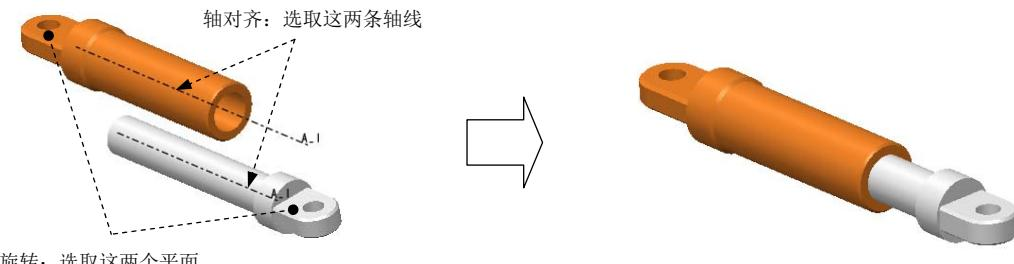

图 3.3.1 创建滑块 (Slider) 连接
Step4. 引入第二个元件 PISTON.prt，并将其调整到图 3.3.1 所示的位置。
(1) 在连接列表中选取 滑块 选项，此时系统弹出“元件放置”操控板，单击操控板菜单中的 **放置** 选项卡。
(2) 定义“轴对齐”约束。分别选取图 3.3.1 所示的两条轴线为“轴对齐”约束参考。
(3) 定义“旋转”约束。分别选取图 3.3.1 所示的两个表面为“旋转”约束参考。